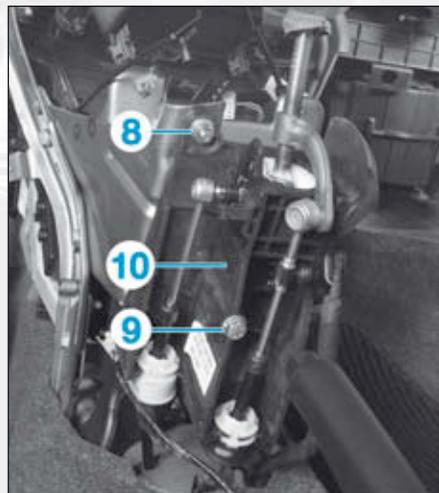

FIG.10
- les vis de fixation (3) à gauche et à droite,
- les écrous (4) à gauche et à droite,
- les écrous (5),
- le raccord d'air (6),
- la vis (7),
- l'écrou (8) (Fig.10),
- la vis (9).
- Dégager la platine (10) de commande des vitesses.